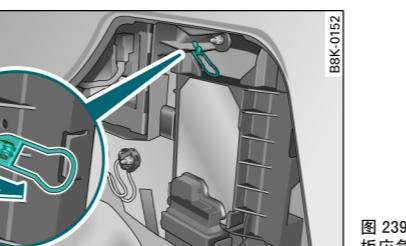

图 239 行李箱：油箱盖板应急开锁
- 将环套从支座上松开并拉扯 ⇒ 图 239。现在可以一如往常地打开油箱盖 ⇒ 第 202 页。 ■